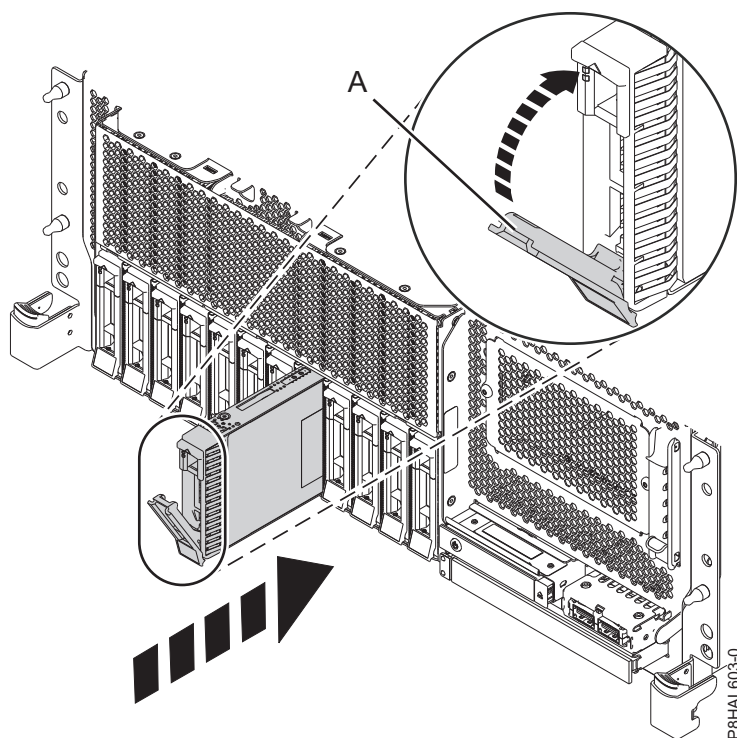
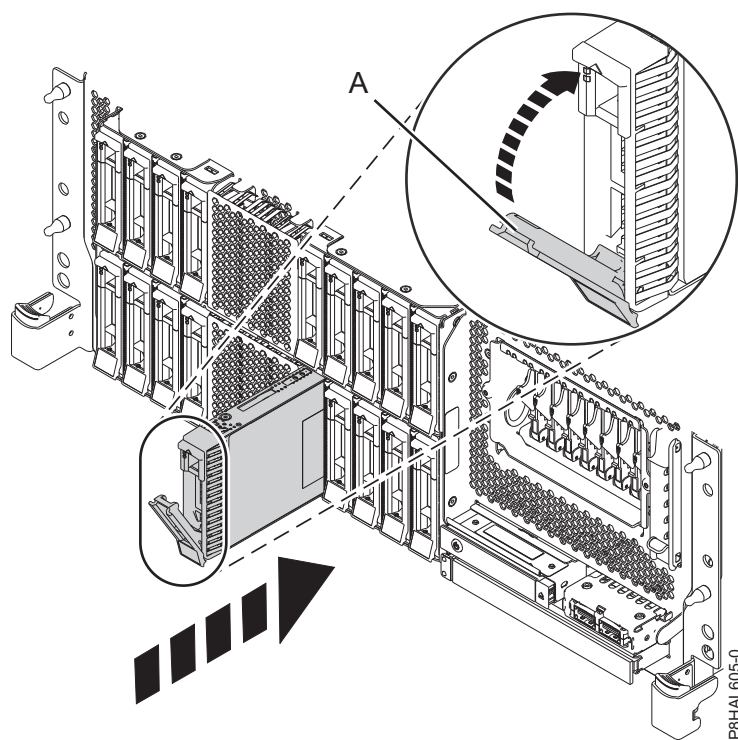

Figura 63. Substitució d'una unitat de disc d'un sistema de funció bàsica muntat en bastidor
Figura 64. Substitució d'una unitat de disc d'un sistema de funció expandida muntat en bastidor
3. Desbloquegeu la nansa del compartiment d'unitats **(A)** prement-la i estirant-la cap a vosaltres. Si la nansa no s'estén del tot, la unitat no podrà lliscar en el sistema. Consulteu Figura 63, Figura 64 a la pàgina 70, Figura 65 a la pàgina 71 i Figura 66 a la pàgina 72.
5. Feu lliscar la unitat fins que quedi al fons del sistema i empenyeu la nansa del compartiment d'unitats **(A)** fins que quedi bloquejada, tal com es mostra a Figura 63, Figura 64 a la pàgina 70, Figura 65 a la pàgina 71 i Figura 66 a la pàgina 72.